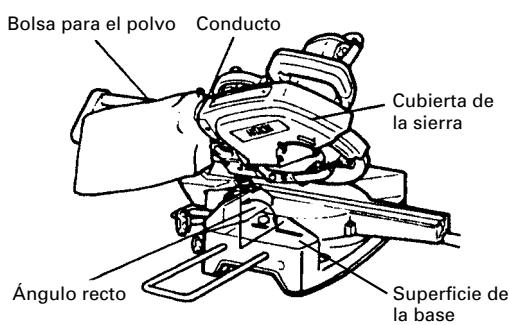

Fig. 36
(1) Cuando la bolsa para el polvo esté llena de polvo, dicho polvo saldrá soplado de la bolsa para el polvo cuando gire la hoja de sierra. Compruebe periódicamente y vacíe la bolsa para el polvo antes de que se llene.
(2) Durante el corte en bisel y compuesto, fije la bolsa para el polvo en ángulo recto con relación a la superficie placa de la base como se muestra en la Fig. 36.